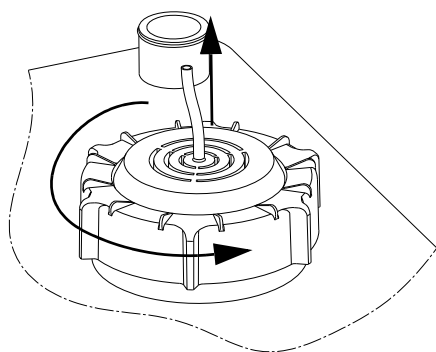

Рис. 35 Удаление датчика контроля уровня
2. Ослабьте крышку с резьбой, повернув её против часовой стрелки. См. рис. 35.